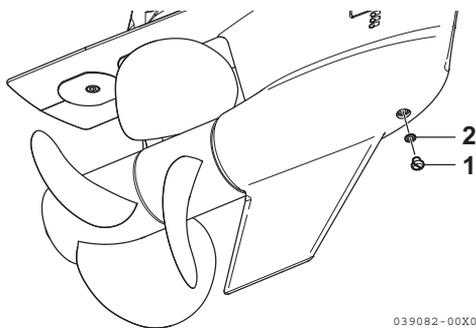

Figura 11
5. Rimuovere il tappo di riempimento/spurgo (1, **Figura 11**) e la guarnizione (2, **Figura 11**).